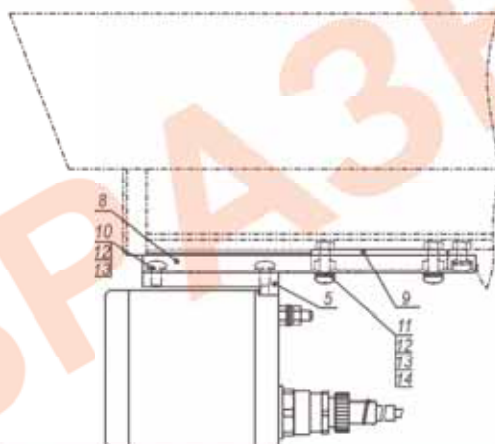

Рисунок 2 – Установка прожектора на видеокамеры в термокожухе ТГБ-4Г Ex IIC
- закрепить скобу 8 на основание прожектора 5, используя комплект крепежа 10, 12, 13 (винты M5x10, шайбы стопорные 5, шайбы 5) (рисунок 2);
- установить прожектор с закреплённой скобой 8 на корпус видеокамеры, используя сегмент 9 и комплект крепежа 11, 12, 13, 14 (винт M5x20, шайба стопорная 5, шайба 5, гайка M5) (рисунок 2).